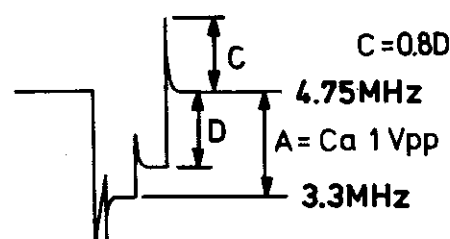

Fig. 5.1
- Subsequently, adjust 3044 so that the amplitude of the overshoot (C) is equal to 80 % of the difference in voltage between black and white (D). Refer to Fig. 5-1.
- Vervolgens met 3044 de overshoot (C) zodanig instellen dat deze 80% is van het spanningsverschil tussen zwart en wit (D) zie fig. 5-1.